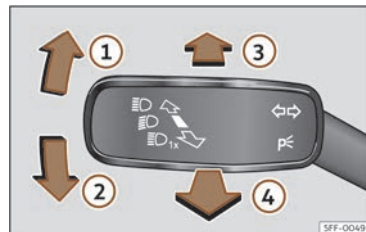

Fig. 79 Levier des clignotants et des feux de route (selon les versions).
- Depuis la position de base, poussez le levier des clignotants et des feux de route >>> **fig. 79**  vers l'avant.
- **OU** : si l'assistant des feux de route est activé, tirez le levier des clignotants et des feux de route >>> **fig. 79**  vers l'arrière.